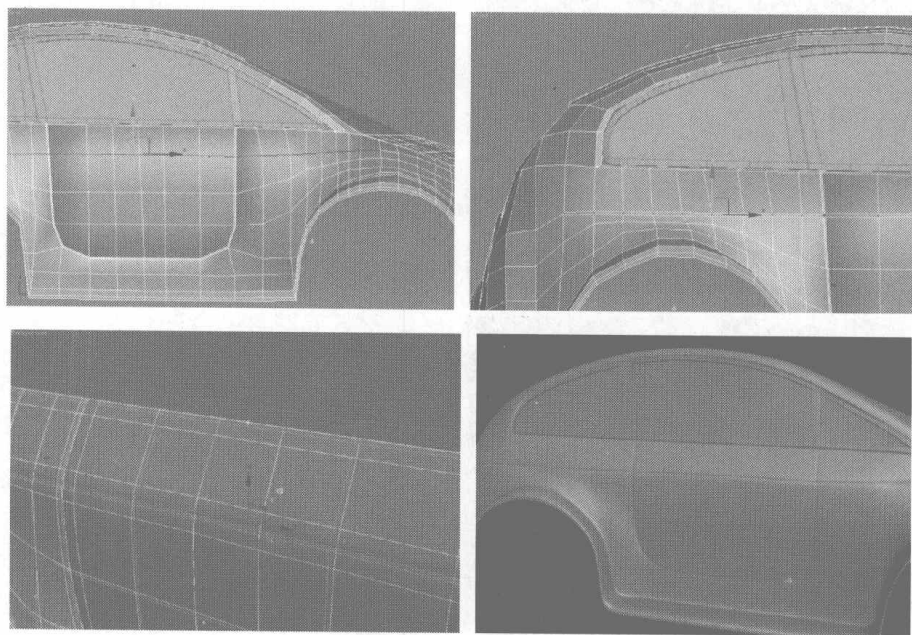

图 7.170
- 16 用相同的做法，选择汽车的侧面的曲线，单击 **Chamfer**  按钮，设置倒角参数，然后在倒角后的面之间添加一条曲线，沿着 T 轴向内移动曲线，如图 7.170 所示。